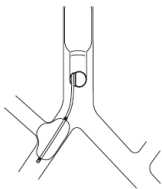

Fig.9
3. Til højre thorakotomi skal blokeringsmanchetten positioneres og oppustes for at herniere den let i den øvre lobære bronkus. Dette hjælper med at fastgøre blokeringsmanchetten på plads og helt blokere den højre bronkus (Fig. 9).